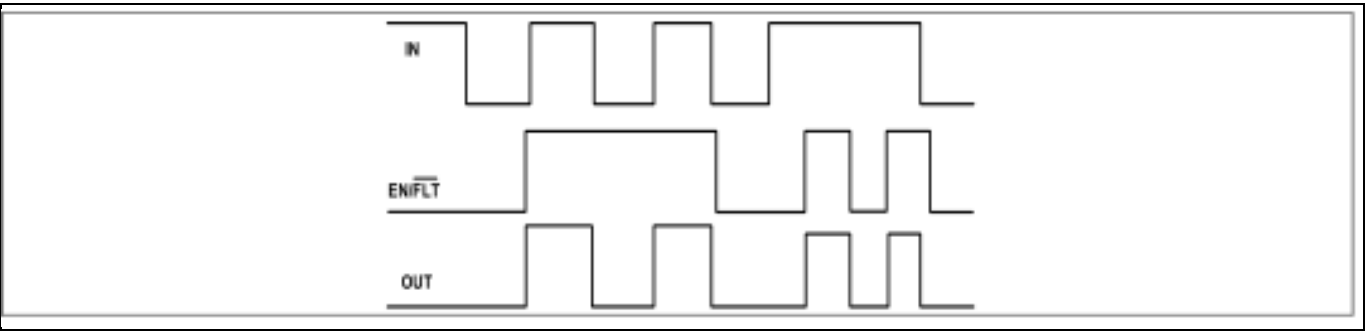

Figure 14 输入/输出/使能引脚时序图
1ED44176No1F 的输入 (IN)、输出 (OUT) 与使能 ( $EN/\overline{FLT}$ ) 信号之间的关系如图 14 所示。